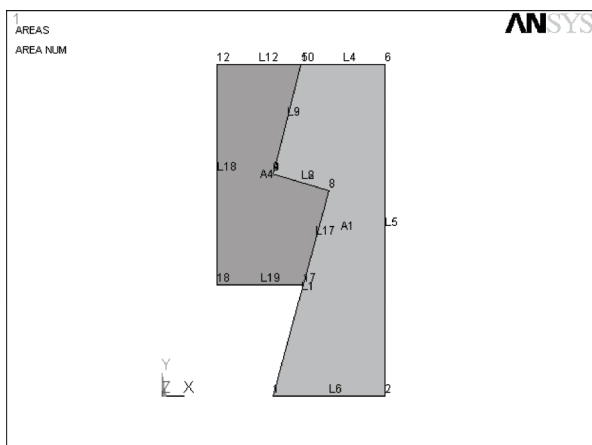

图 5-177 面相减后的结果显示
13) 选择 Main Menu | Preprocessor | Modeling | Operate | Booleans | Subtract | Areas 命令, 出现 Subtract Areas 拾取菜单, 在输入栏中输入 2, 单击 OK 按钮, 在输入栏中输入 3, 单击 OK 按钮关闭该菜单。图 5-177 是面相减操作后的结果。